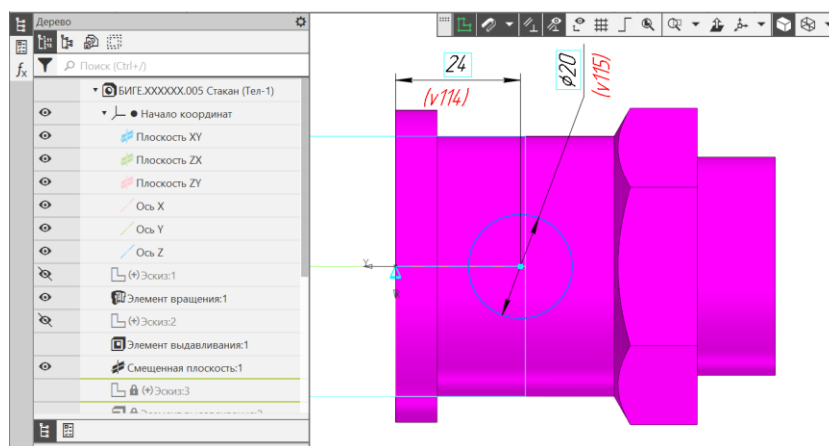

Рис. 7 Эскиз 3 на смещенной плоскости
- **Инструменты эскиза – Геометрия – Окружность.** Параметры команды Окружность: геометрические ограничения – Выравнивание по горизонтали центра окружности и начала координат; размерные зависимости – расстояние от торца Корпуса до центра окружности по координате X – 24 мм; диаметр окружности – 20 мм (рис. 7).